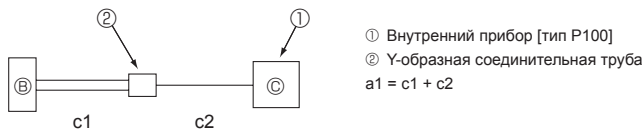

Fig. 5-2
*1 Несмотря на то, что при подключении внутреннего прибора P100 между ответвительной коробкой и Y-образной соединительной трубой используется две трубы для хладагента, рассчитывайте длину трубопроводов на основании длины одной трубы. (Fig. 5-2)